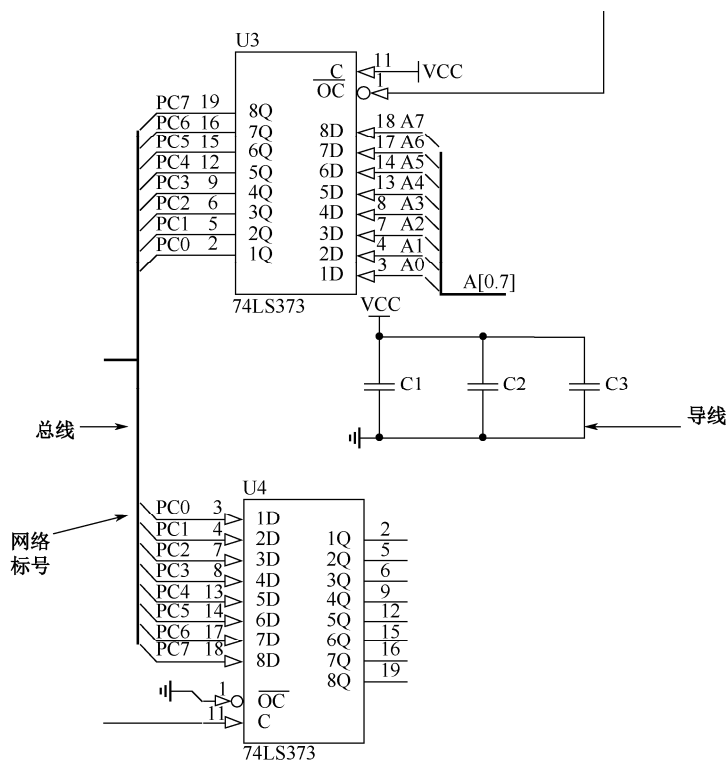

图 1.1.8 连接示意图
(2) 连接关系。原理图中的连接关系通常用导线、网络标号、总线等表示，如图 1.1.8 所示。